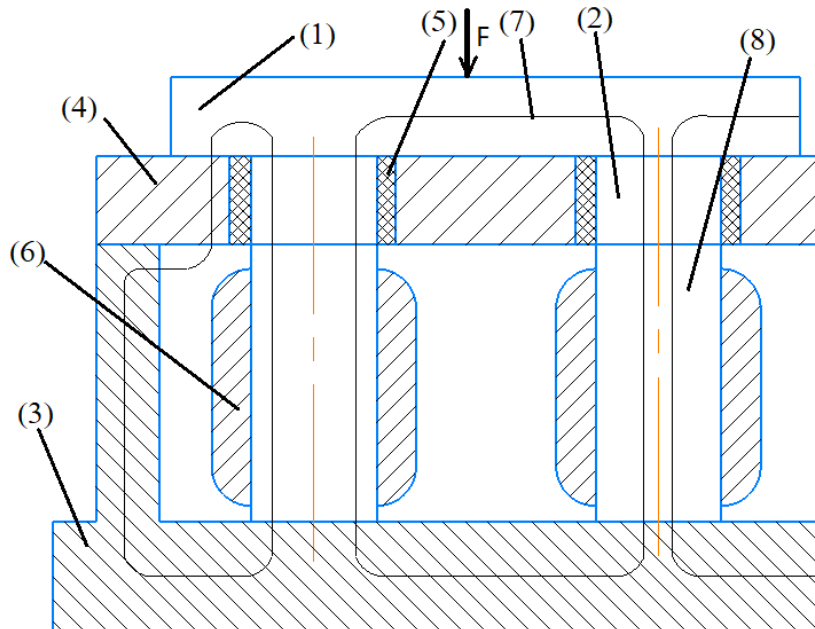

Рис. 3
При измерении изделий машиностроения с помощью контрольно-измерительной машины (КИМ) контролируемая деталь устанавливается на столе такой машины, при этом часто бывает необходимость зафиксировать ее положение. Для этого может применяться электромагнитное приспособление, которое может зафиксировать деталь из ферромагнитного материала (рис. 3). Приспособление состоит из корпуса (3) с электромагнитами (6) и крышки (4) в которой установлены полюса (2) с изоляцией из изолятора (5). Каждый электромагнит состоит из обмотки и сердечника. Деталь (1) устанавливается на рабочую поверхность крышки, являясь проводником она замыкает магнитный поток (7) между полюсами